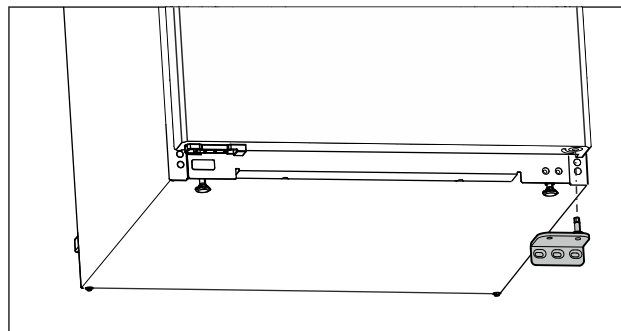

Fig. 8
- ▶ Ležajni podstavek snemite navzdol. (glejte Fig. 8)